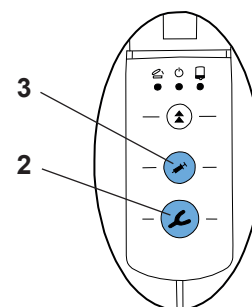

Fig. 8
- Se si preme un pulsante per l'estrusione del materiale senza aver prima selezionato un programma o porta-impronta (2, Fig. 8) o siringa (3, Fig. 8), l'apparecchio richiama automaticamente il programma ST. La spia LED in prossimità del pulsante ST si accende.